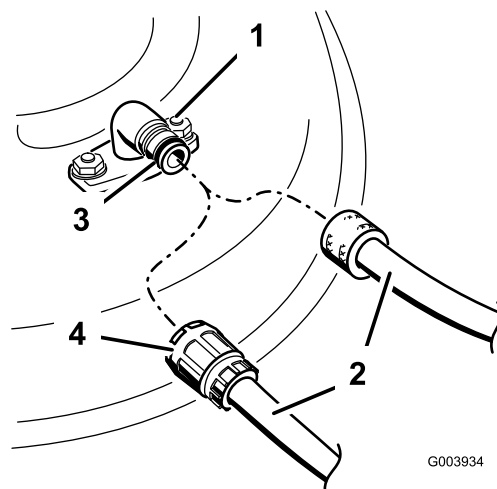

Figura 71
3. Coloque a união da mangueira na extremidade de limpeza do cortador e ligue a água em elevado (Figura 71).